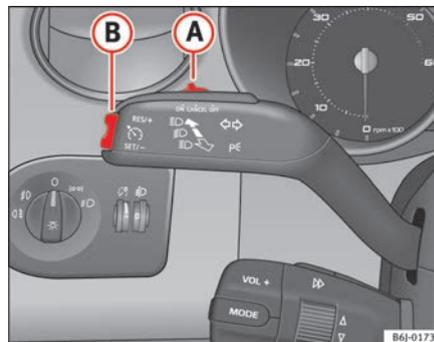

Fig. 106 Palanca de intermitentes y de luz de carretera: mando y tecla basculante para el regulador de velocidad
- Cuando se haya alcanzado la velocidad que se quiere programar, pulse brevemente la parte inferior de la tecla basculante **SET** ⇒ fig. 106 (B) una vez.